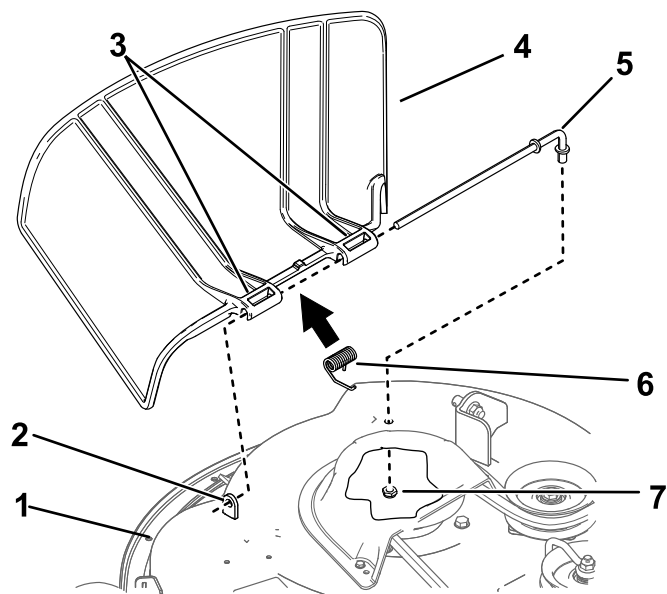

Figure 67
1. Retirez l'écrou ($\frac{3}{8}$ po) de la tige, sous le tablier de coupe (Figure 67).
2. Sortez la tige de la courte cheville de positionnement, du ressort et du déflecteur d'herbe (Figure 67).
4. Montez le nouveau déflecteur d'herbe (Figure 67).
7. Insérez la tige dans le second pivot du déflecteur d'herbe (Figure 67).
9. Fixez l'extrémité arrière de la tige dans le tablier de coupe à l'aide d'un écrou ($\frac{3}{8}$ po), comme montré à la Figure 67.